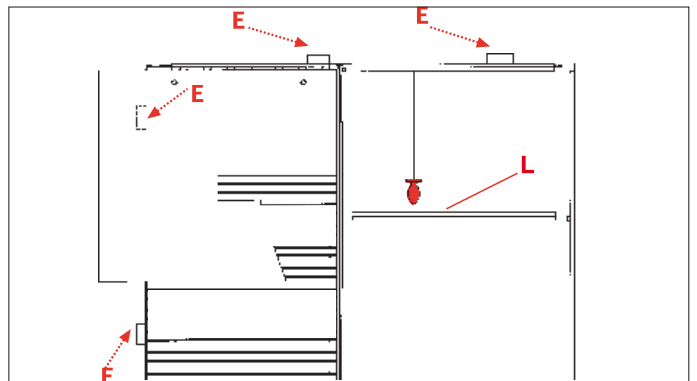

Fig. 6 Fixer l'armature pour carton plâtre en utilisant les sections à omega (e) présents sur le périmètre du châssis.
PHASE 19: INSÉRER LES DEUX ÉQUERRES (I) DANS LE RAIL (H) LES ÉLÉMENTS (I) SERVIRONT POUR FIXER LA STRUCTURE DE LA PLAQUE PLÂTRE (VOIR LA FIG. 6 À LA PAGE 10).
Fig. 6 Insérer le second montant transversal supérieur (L) et le fixer avec les vises en dotation. En cas de suivantes opérations de maintenance il sera possible de l'enlever en n'importe quel moment.